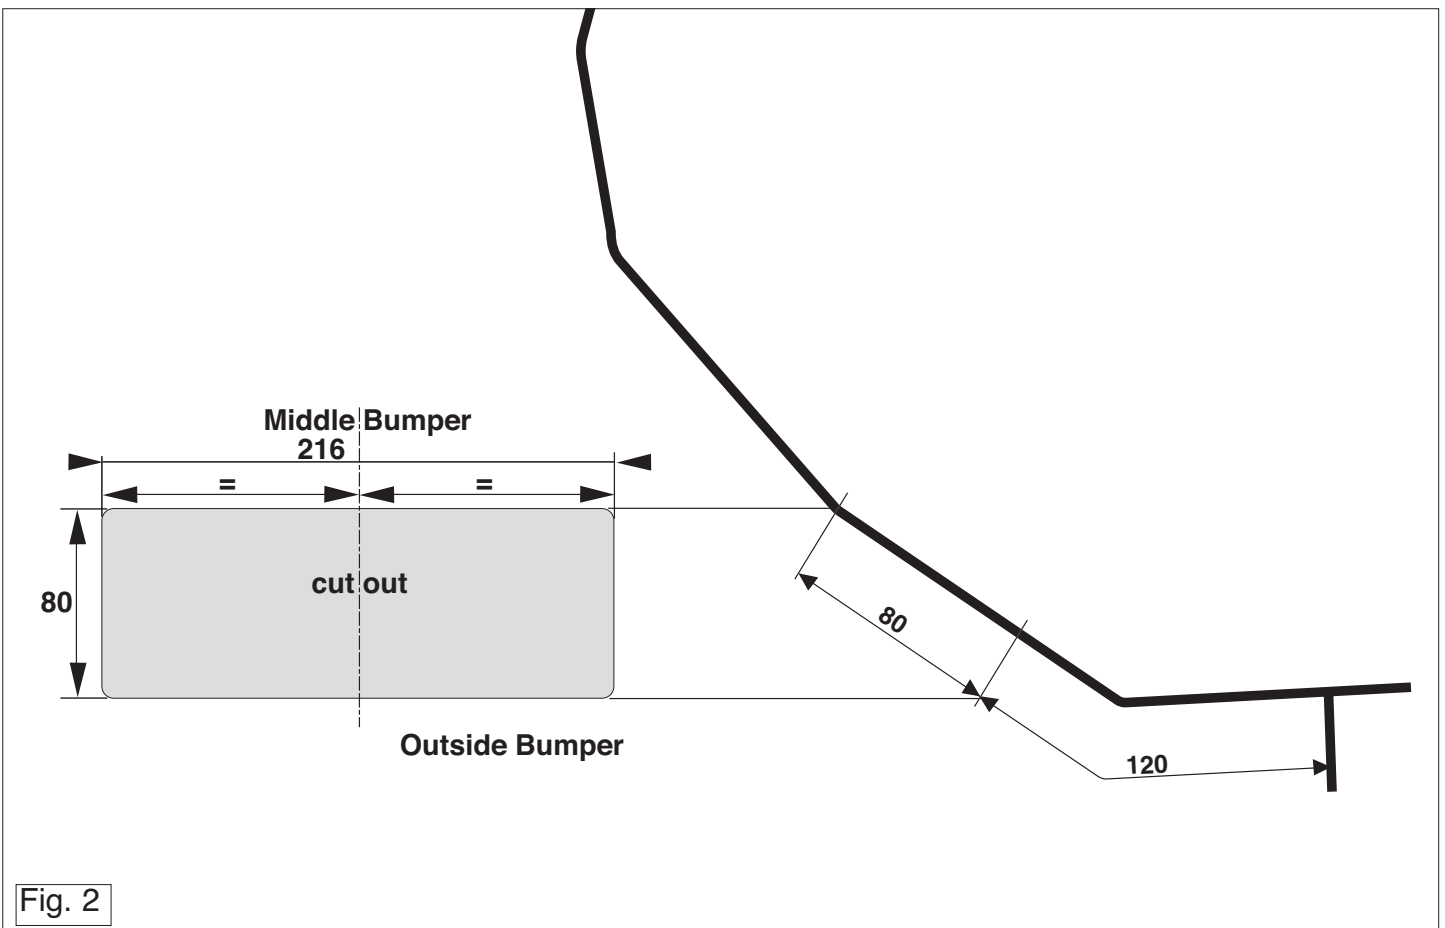

Fig. 2
9. Saw a section out of the middle of the underside of the bumper as shown in fig 2.
9. Scier au centre de la partie inférieure du pare-chocs une partie correspondant à la figure 2.
9. Auf der Unterseite der Stoßstange einen Teil aus der Mitte gemäß Abbildung 2 herausschneiden.
9. Выпилить часть из бампера в середине снизу, как указано на рис. 2.